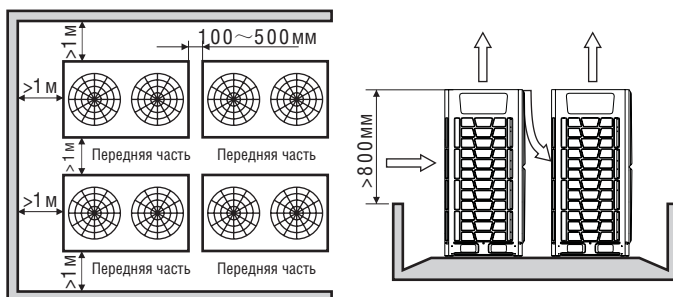

Рис. 3.12
- 4) Если наружные блоки выше окружающих ограждений и должны быть выстроены в 2 ряда, см. рис. 3.12.